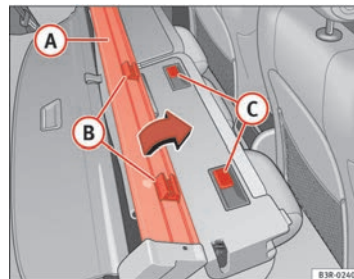

Fig. 123 Montaggio copertura vano bagagli / rete divisoria
- Posizionare la rete divisoria **A** sullo schienale posteriore in modo tale che gli ancoraggi **B** vengano a trovarsi in corrispondenza delle guide **C** ⇒ fig. 123.